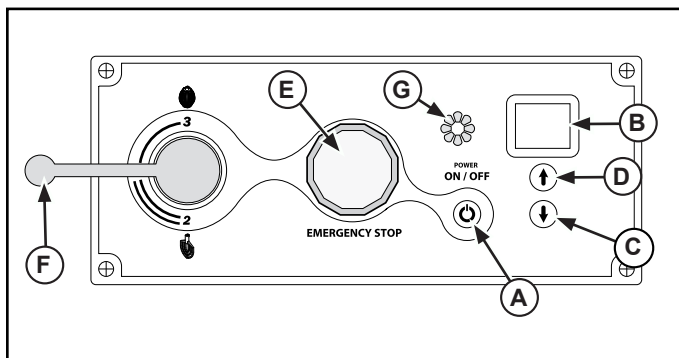

Abbildung 6. 22- und 33-l-Mixer – Bedienfeld.
2. Die den Zutaten entsprechende Betriebsgeschwindigkeit einstellen. Die Drehzahl mit dem Geschwindigkeitswahlhebel (F) einstellen. Siehe Abbildung 6.